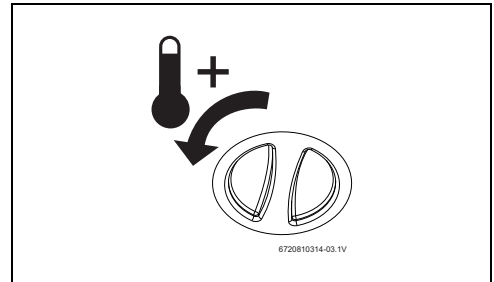

Fig. 12 Aumentar la temperatura
- ▶ Ajustar el limitador de temperatura a la máxima temperatura (→ Fig. 12).